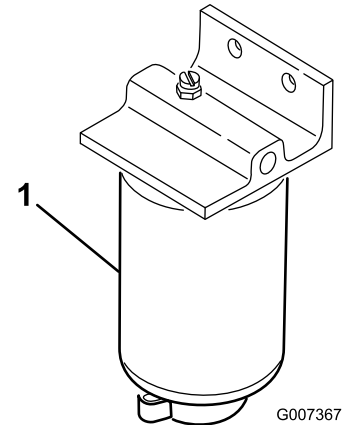

Figura 27
2. Coloque un recipiente debajo del filtro de combustible (Figura 27).
3. Abra el tapón de vaciado en la parte inferior del filtro de combustible y drene el agua acumulada (Figura 27). Apriete el tapón después del vaciado.